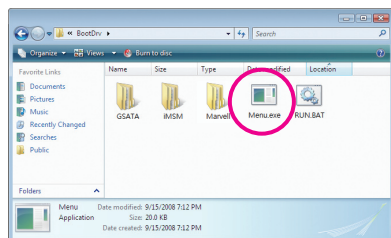
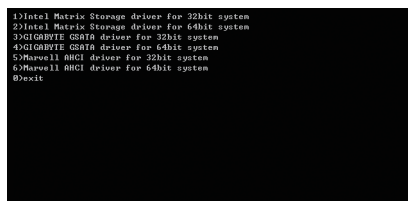

図 4
図 5
- 2: 光学ドライブフォルダから、**BootDrv**フォルダの**Menu.exe**ファイルをダブルクリックします (図 4)。図5 のようなコマンドプロンプトウィンドウが開きます。
- 3: 空のフォーマット済みディスクを挿入します。インストールするオペレーティングシステムによっては、メニューから対応する文字を押すことでコントローラドライバを選択し、<Enter>を押します。例えば、図5 でメニューから、